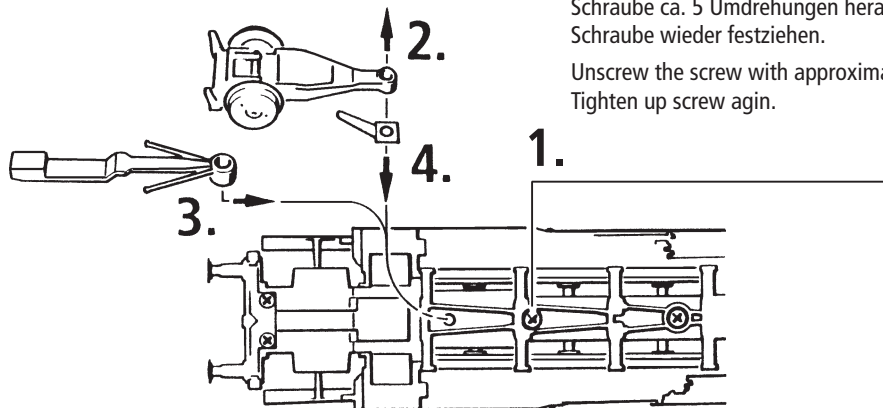

Fig. 3
**Operating instructions:** Before use is advisable to let the loco go around about 30 minutes forwards and 30 minutes backwards without load, to obtain an optimal circuit and best tractive power. The smallest radius this model should run is **R3** (419,6 mm) or rather **R2** (358 mm) of the ROCO track system (model without tubes protection pistons would run only if driven very carefully on **R2**) (fig. 3).
**Conditions de rodage:** Afin d'assurer les meilleures conditions de marche tranquille et de traction puissante à votre modèle nous vous conseillons un rodage du modèle de 30 minutes environ en marche avant et d'autres 30 minutes en marche arrière. Pendant cette période la marche doit se faire "haut le pied". Le rayon minimal admissible du modèle présent est fixé à 419,6 mm, soit le rayon **R3** des voies ROCO. Le rayon **R2** (soit 358 mm) exige par contre la suppression uniquement des tiges de piston (fig. 3) mais néanmoins une marche lente, sinon il y a risque de déraillement.